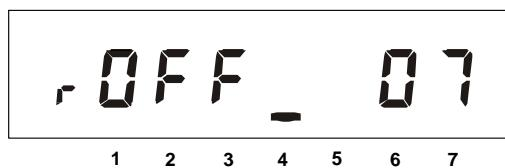

Рисунок 5.8
5.2.4.5 Окно «Управление отключающим реле» (рисунок 5.8).